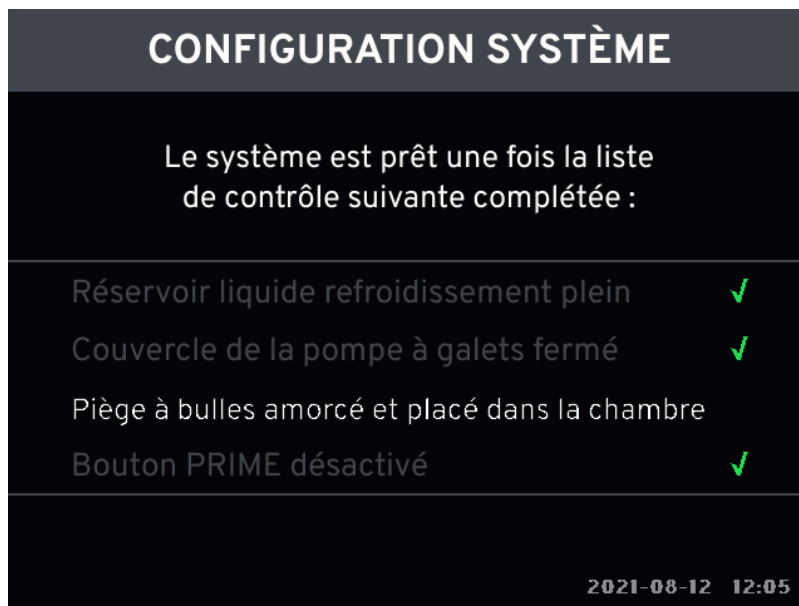

Figure 4.31. Écran de la liste de contrôle de configuration du système, Piège à bulles amorcé et placé dans la chambre
15. Installer le kit de démarrage maintenant. Si la console termine son autotest avant que le kit de démarrage ne soit entièrement installé, l'écran de la liste de contrôle de configuration du système (Figure 4.31) s'affiche. Les éléments désélectionnés requièrent l'attention de l'utilisateur. Se reporter à la Tableau 4.1, « Vérifications des capteurs à la configuration », à la page 30.